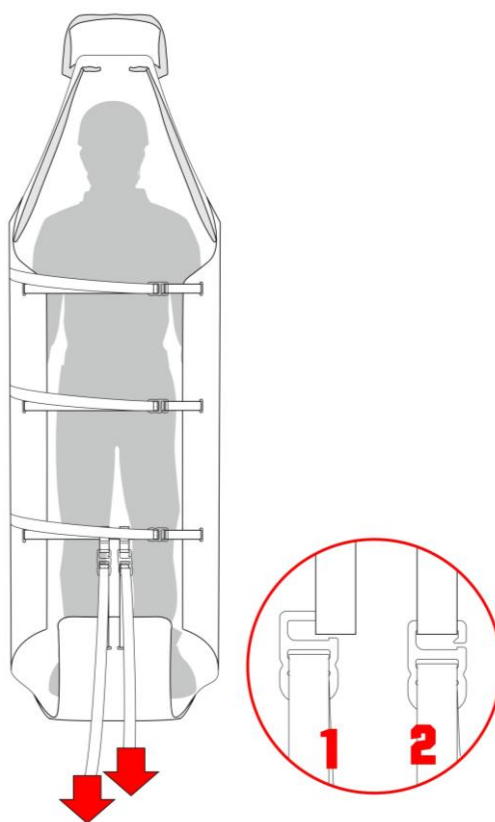

Fig. 14
- sollevamento e/o trasporto: inserire la sospensiva corta (G1) nelle asole A6 e quella lunga (G2) nelle asole A7 del piano di appoggio (fig. 14),